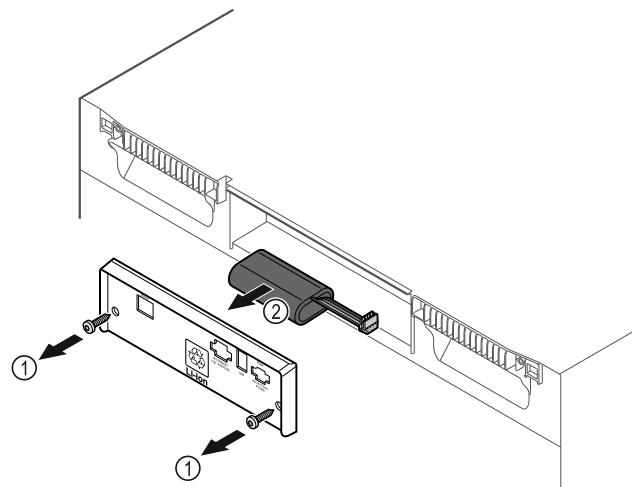

Fig. 185
- Odvijte vijke in odstranite pokrov na zadnji strani naprave Fig. 185 (1).
- Snemite in odstranite baterijo Fig. 185 (2).